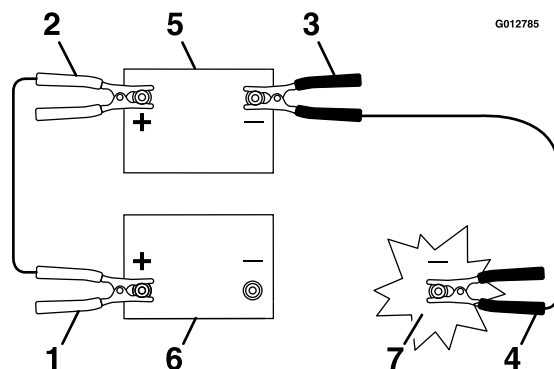

Figura 42
- Conecte el cable de arranque positivo – rojo – (+) al borne positivo de la batería descargada, como se muestra en la Figura 42.
- Conecte el otro extremo del cable positivo al borne positivo de la batería externa (Figura 42).
- En la máquina con batería descargada, conecte el otro extremo del cable de arranque negativo al bloque motor, en un lugar alejado de la batería y de las correas (Figura 42).
- Desconecte el cable negativo del bloque motor (Figura 42).
- Desconecte el cable negativo de la batería descargada (Figura 42).
- Desconecte el cable positivo de la batería externa (Figura 42).
- Desconecte el cable positivo de la batería descargada (Figura 42).